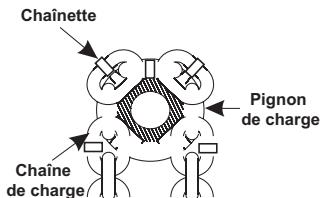

fig.3B
7. Installer la chaîne par l'exécution d'un morceau de fil ou ficelle entre le guide de chaîne et pignon du rouleau de charge puis sur et autour de la charge d'entraînement. Attacher la chaîne au fil ou ficelle et tirez-la dans le palan de sorte que le premier lien est debout sur le bord de l'une des fentes de la charge, avec le pignon de la roue dentée de soudure (voir fig.3B). Mettre le bouton de direction en position neutre et tourner dans le sens horaire jusqu'à la roue la charge consommée dans le pignon de la charge . Déposer la goupille fendue de l'axe côté mou et faire glisser l'axe d'un côté. Tirer l'extrémité de la chaîne sous le rouleau de guidage de la chaîne et le crochet de dernier lien sur l'axe côté mou, en vous assurant que la chaîne n'est pas tordue. Faites glisser l'axe côté mou retour en position et poser la goupille fendue à travers elle.